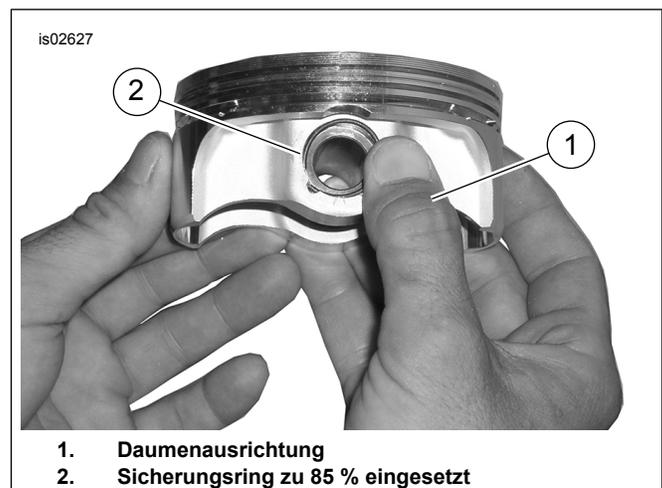

Abbildung 4. Den Sicherungsring anbringen
- Siehe Abbildung 4. Den Daumen (1) wie dargestellt platzieren. Fest andrücken, bis ca. 85 % des Sicherungsring (2) in der Nut sitzen.